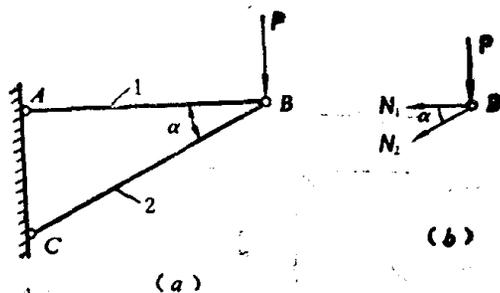

图 1.12
1.12 图1.12所示结构中, 两杆材料相同, 横截面面积之比 $\frac{A_1}{A_2} = \frac{2}{3}$, B 铰处作用铅垂向下的载荷 P , 试求当两杆内的